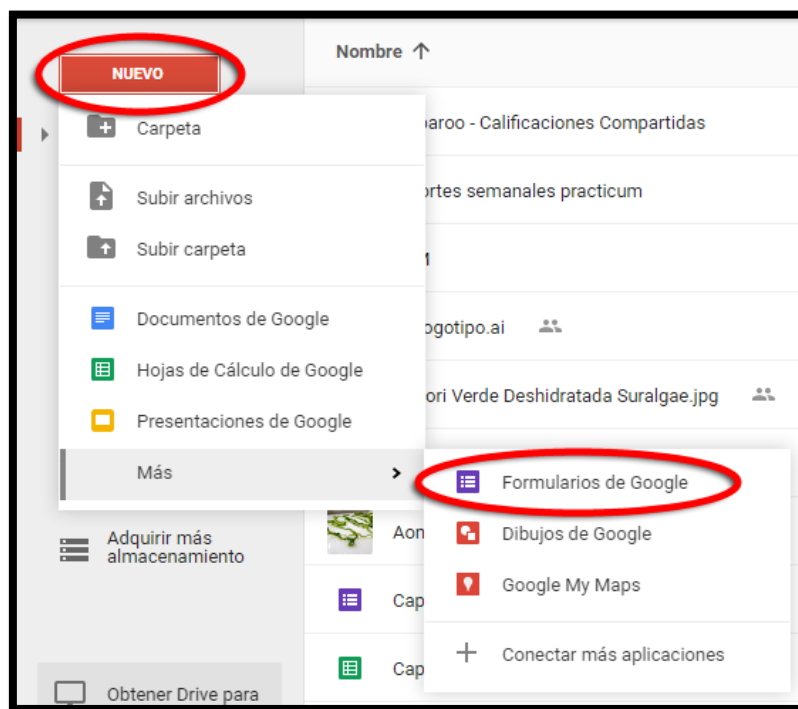

Figura 1. Primer paso. Elaboración propia.
Paso 1: En nuestro Google Drive, creamos un nuevo formulario que será nuestro cuestionario semanal o examen (Figura 1).